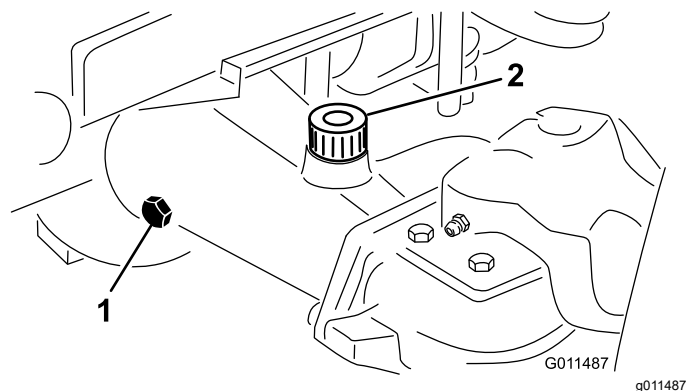

Figura 72
2. Rimuovete un tappo di controllo da un'estremità dell'assale e assicuratevi che il lubrificante raggiunga la parte inferiore del foro (Figura 72).